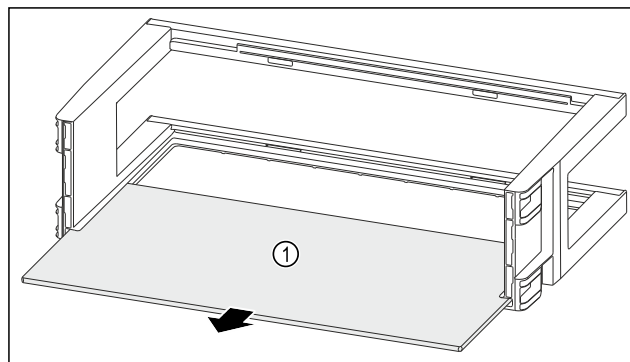

Fig. 121
- Rimuovere il ripiano Fig. 121 (1).